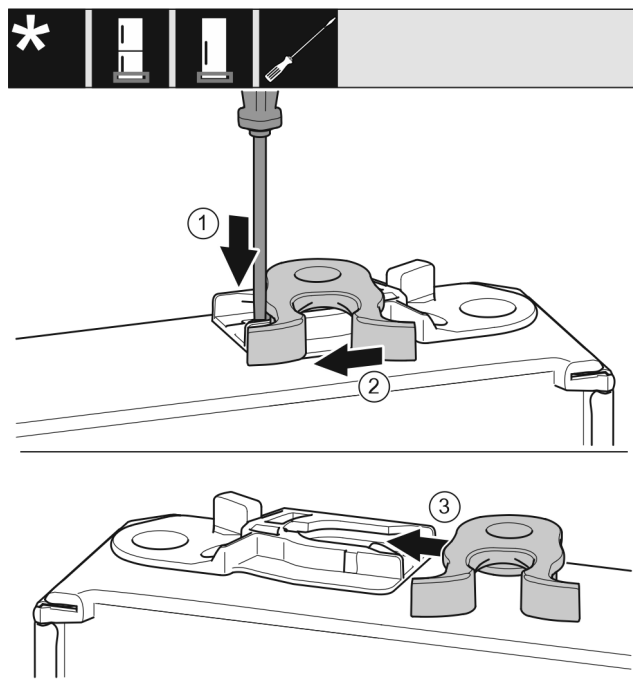

Fig. 17
- Odvijačem s ravnom glavom pritisnite spojnicu Fig. 17 (1) prema dolje.
- Izvucite kuku za zatvaranje Fig. 17 (2) iz vodilice.
- Gurnite kuku za zatvaranje Fig. 17 (3) na drugoj strani u vodilicu.